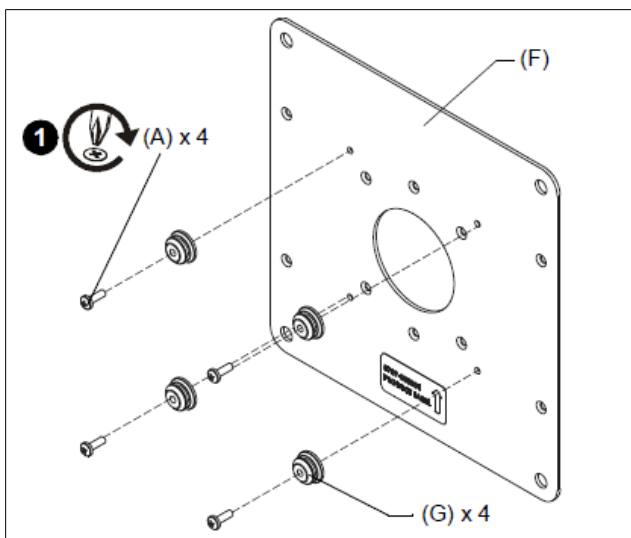

図7
まず、図7のように (G) マウンティングボタンをブラケットに取り付けてください。マウンティングボタンの取り付け箇所は図5のように2パターンありますので、取り付けやすい方で固定してください。